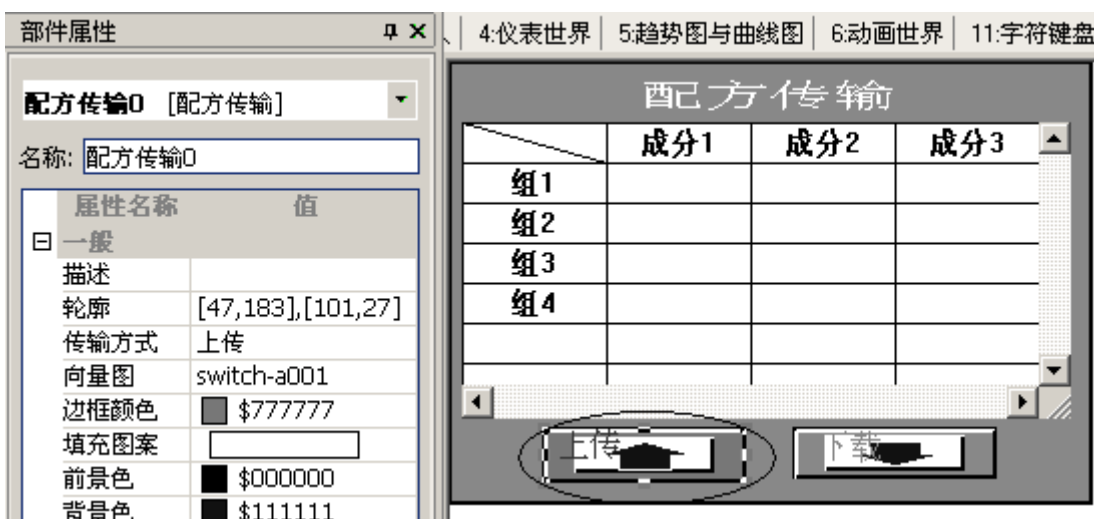

图 14-9 完成后的配方传输的画面
4. 填写各自所需的属性值，则添加部件完毕。完成后的结果如图 14-9 所示。